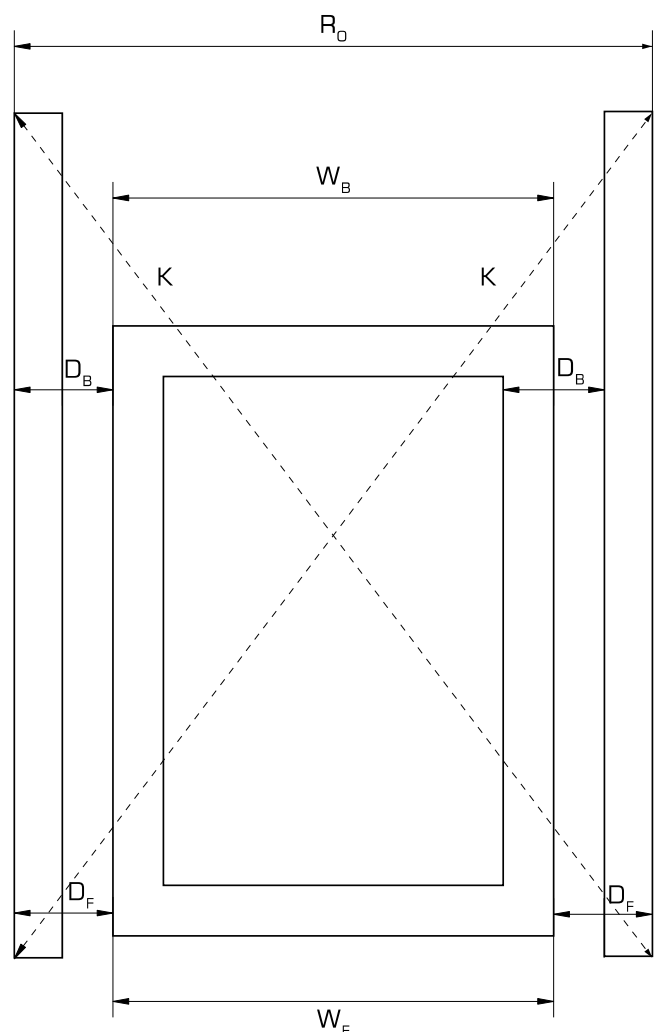

Bild 1
1.2. Mät bredden på utsidan av skenorna ( $R_0$ ). Ta värdet av totala bredden ( $R_0$ ) minus poolens bredd ( $W_F / W_B$ ). Halvera summan för att få avståndet mellan poolkanten och skenans utsida. Markera positionen. (Bild. 1.)
1.4. Montera ihop skenorna med skensprint (Bild. 1/1, pos.3). För in skensprintarna i skenan och slå försiktigt med en hammare (Bild. 1/2). Anslut sedan nästa skena och tryck ihop båda skenorna tills de ligger tätt emot varandra (Bild. 1/3).
1.6. Justera skenan med hjälp av diagonalmåttet (K). Diagonalmåtten ska vara lika. (Bild.1)
1.7. Fixera skenan på ena sidan av poolen. Om skenan har beställts med förborrade hål för montering på hårt underlag tex. sten, placera då betongpluggarna under de förborrade hålen. (Bild. 1/4, pos.2) (Bild. 1/5, pos.1).